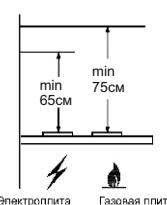

рис. 1
1.2 Вытяжку устанавливают над плитой, как показано на рис. 1.
- 4.7 Устанавливайте кухонную вытяжку над плитой в соответствии с рис. 1.
- при установке кухонной вытяжки соблюдайте указания п. 1.2 (рис.1);